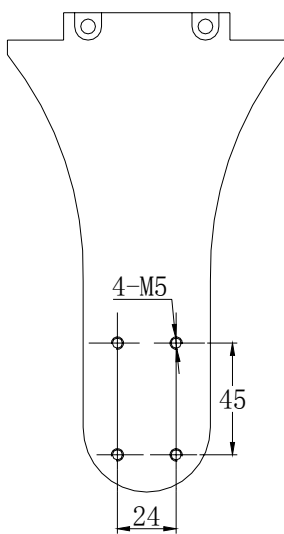

图 1
- 3、装有高性能长寿命进口组件变速箱，可加装双侧红外射灯(见图 1)。